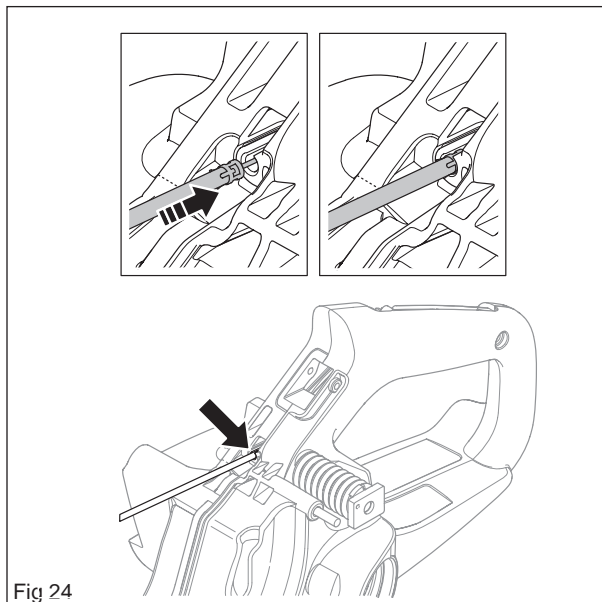

Fig 24
Monter la goupille de la commande de l'accélération (E) à l'aide d'un mandrin (voir la figure 24).